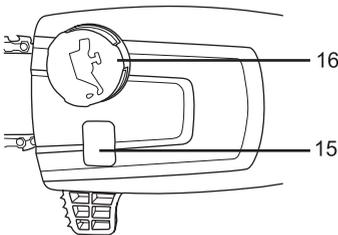

Fig. 13
1. Posez le produit sur une surface plane, le bouchon du réservoir d'huile (16) vers le haut. Nous vous recommandons de poser une plaque non inflammable sous le produit.
2. Dévissez et enlevez le bouchon du réservoir d'huile (16) (Fig. 13).
- Contrôlez la fenêtre de niveau d'huile (15) avant le démarrage et régulièrement pendant le fonctionnement. Remplissez d'huile lorsque le niveau d'huile est proche du bas de la fenêtre de niveau d'huile (15) (Fig. 13).
- Essuyez le lubrifiant répandu avec un chiffon doux et remontez le bouchon du réservoir d'huile (16).